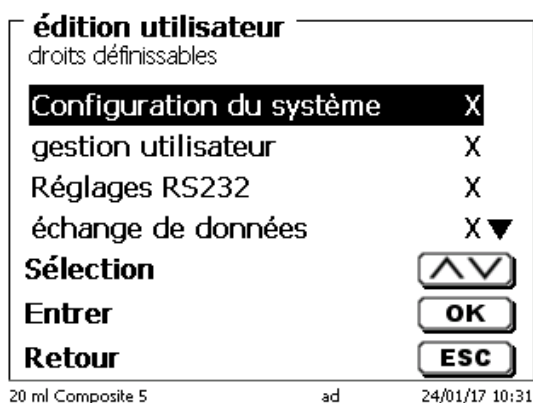
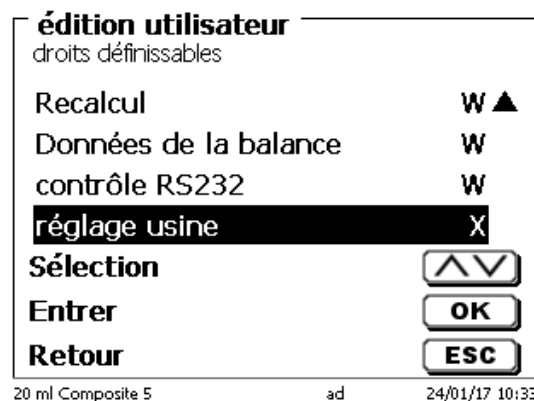

Fig. 115
Fig. 120
**X** ne signifie **pas d'accès**, **W** signifie **accès**. Vous pouvez changer de **X** à **W** grâce à <ENTER>/<OK>. Vous trouverez ci-dessous tous les droits possibles définissables (Fig. 115 - Fig. 120).